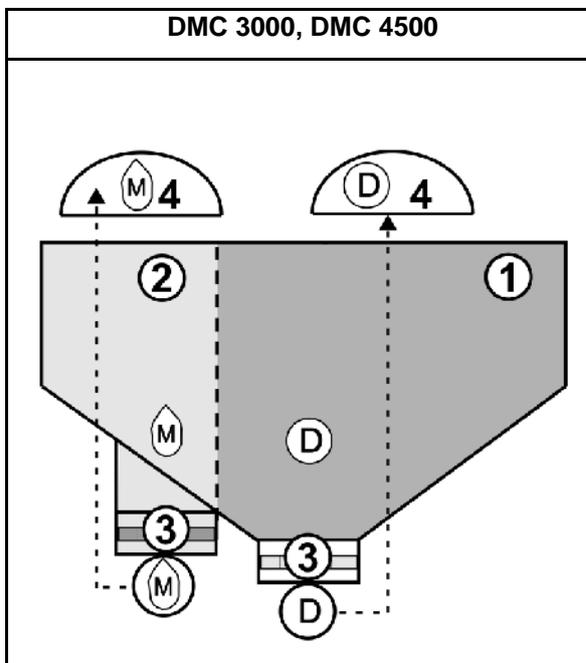

Fig. 32
- Die Dosierer mit den entsprechenden Dosierwalzen für Mais und Dünger (Fig. 32/3, Fig. 33/3) ausrüsten.
- Je nach gewünschtem Reihenabstand müssen einige Ausgänge an allen Verteilern (Fig. 32/4, Fig. 33/4) verschlossen werden.